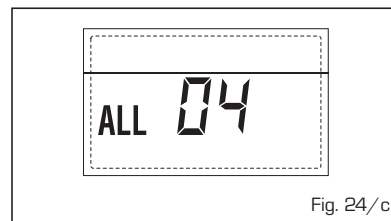

Fig. 24/c
**- ANOMALIA SONDA RISCALDAMENTO "ALL 05"** (fig. 24/d)